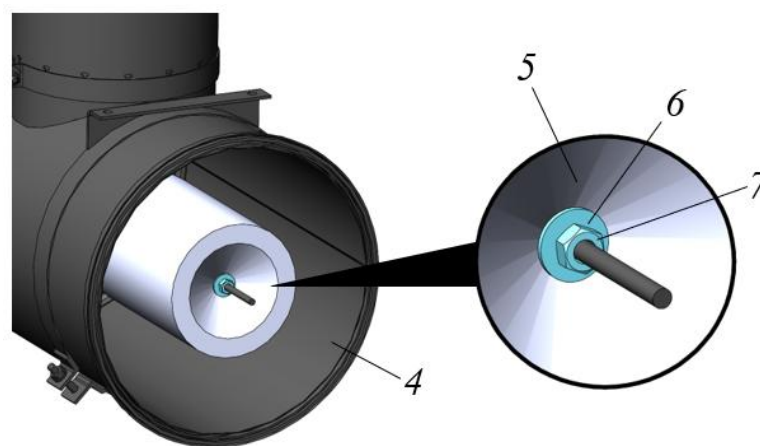

Рисунок 5.18. Процедура извлечения из корпуса дополнительного фильтра
- Не удаляя из корпуса дополнительный фильтр 5, очистить от загрязнений внутренние поверхности корпуса фильтра 4, рис. 5.18.
- Ключом  на 17, открутить гайку крепления фильтра 7, снять шайбу 6 и извлечь из корпуса дополнительный фильтрующий элемент 5, рис. 5.18.
- Установить дополнительный фильтрующий элемент 5 в корпус фильтра 4, зафиксировать фильтр в корпусе используя шайбу с гайкой, рис. 5.18.